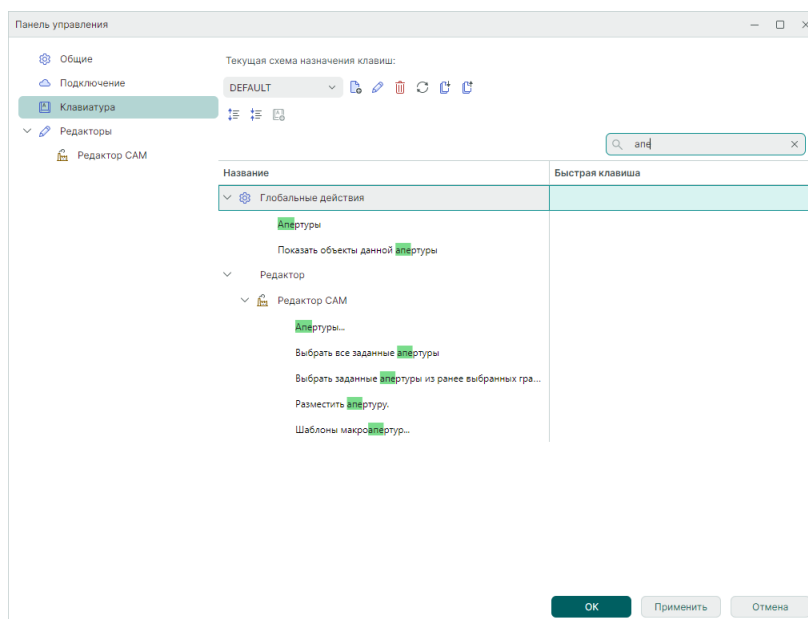

Рис. 73 Поиск действий, клавиш, комбинаций клавиш
1. Установите курсор в поле «Поиск...» и введите наименование требуемого действия. По совпадению введенных букв поисковая система отфильтрует имеющиеся действия, см. Рис. 73.